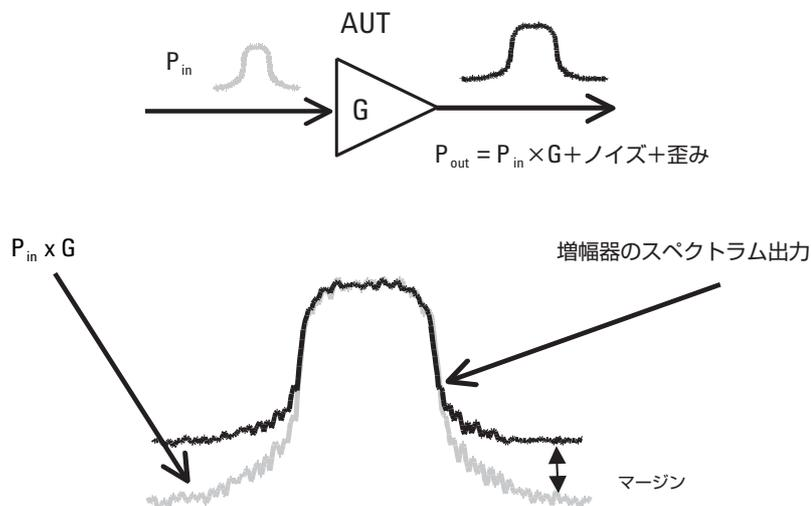

図5 テスト信号のACL対増幅器のACL
図5に示すように、増幅器のスペクトラム出力 (P_{out}) は、入力信号 (P_{in}) に利得 (G) を乗算し、増幅器が追加したノイズと非線形歪みを加えたもので構成されます。増幅器のACLまたはACPを正確に評価/測定するには、テスト信号の影響を除去する必要があります。テスト信号の影響を除去する唯一の方法は、非常に低いACL性能を持つ「実際の」入力テスト信号を使用することです。